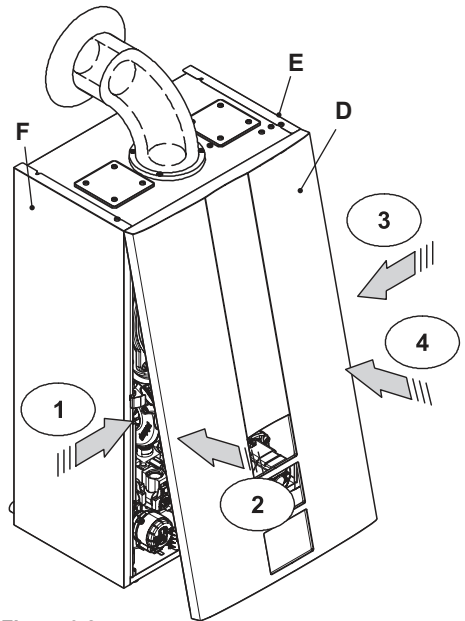

Figura 9.8
- Presione el muelle hacia adentro y, al mismo tiempo, empuje el panel frontal **D** hasta que se enganche completamente (Figura 9.8), secuencia 1-2.
- Repita los mismos pasos en el lado opuesto del panel frontal **D** (Figura 9.8), secuencia 3-4.